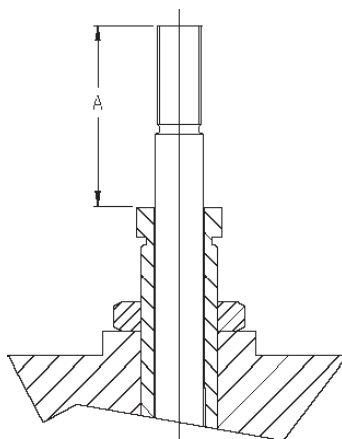

Figura 04
- 8.1.3** Anote a dimensão **A**, conforme **Figura 04**, essa informação será necessária para, posicionar o parafuso de regulagem (**24**) quando da remontagem da válvula.